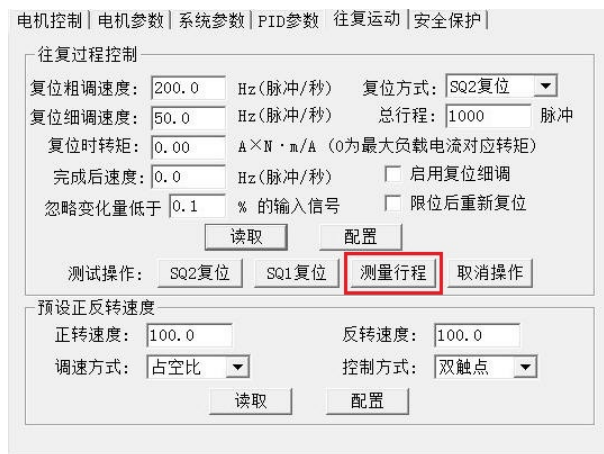

图 3.4 行程学习
- 6) 确保电脑已安装转换器驱动CH340，连接 485 转换器，双击打开驱动器配套的PC机示例程序，找到正确的串口号，设置好波特率和校验方式（通讯默认波特率为 9600bps，检验方式为偶校验，1 位停止位），点击“打开串口”。点击示例程序的往复运动选项卡“测量行程”按钮，如图 3.4 所示，等待驱动器学习完成。在学习时，工作指示灯和故障指示灯将交替闪烁；电机拖动的装置首先会向限位开关SQ2 方向移动，当限位开关SQ2 触发后，驱动器便确定了行程起点位置，接着电机拖动的装置将会向限位开关SQ1 方向移动，当限位开关SQ1 触发后，驱动器便确定了行程终点位置。行程数值将自动写入Modbus的 0x00A2-0x00A3 寄存器（行程控制相关的其它寄存器见 6.3.6 小节），电机将停止转动，行程学习完成；